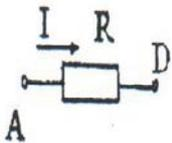

Рисунок 10 - Электрическая схема
3. Находим эквивалентное сопротивление цепи, учитывая, что  $R_{AB} = R_1$ , рис. 10:
3. Для схемы изображенной на рис. 10 нетрудно найти ток, потребляемый цепью, который одновременно является током неразветвленной части цепи. На основании закона Ома